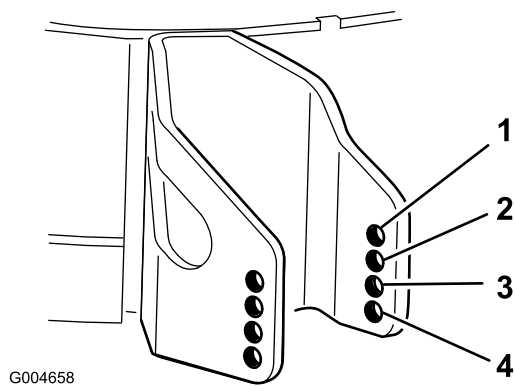

Figure 9
- Choisissez le trou qui convient pour que le galet anti-scalp se trouve le plus près possible de la hauteur de coupe correspondante voulue (Figure 9).